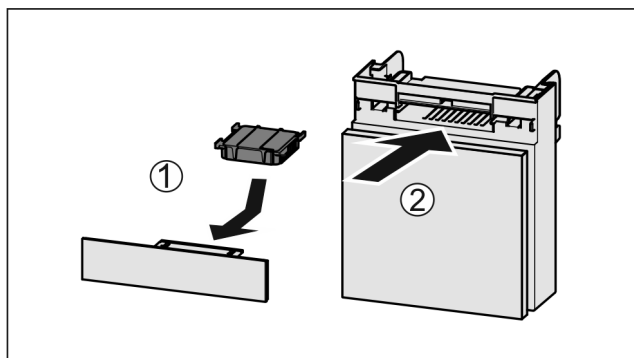

Fig. 127
- ▶ Umetnite filter s aktivnim ugljenom kao što je prikazano na slici Fig. 127 (1).
- ▶ Umetnite pretinac Fig. 127 (2).